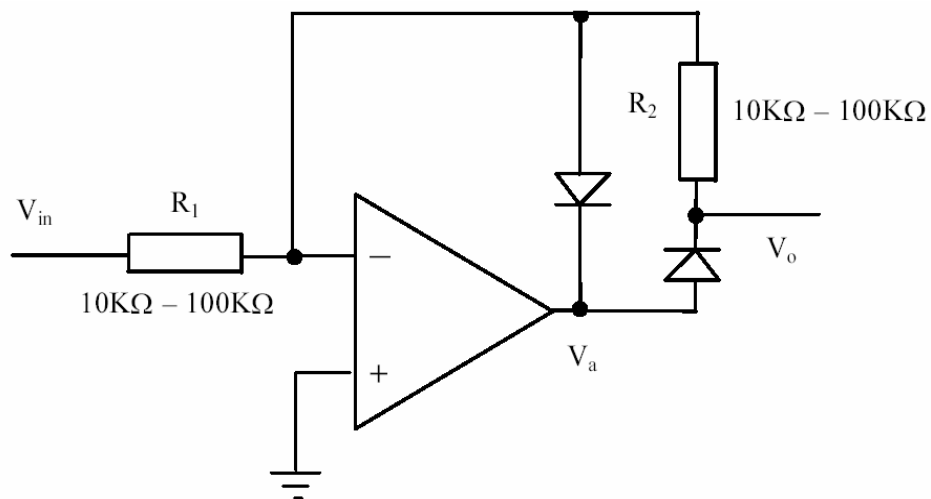

Рис. 23. Однополупериодный выпрямитель
1. Реализуйте схему, показанную на рис. 23. Не забудьте подключить питание к ОУ.